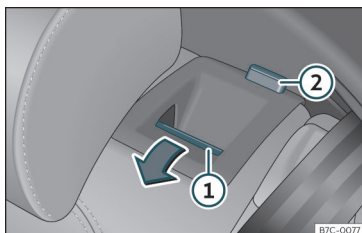

Fig. 111 Asiento trasero: abatir el respaldo.
- Pulse la tecla de desbloqueo >>> **fig. 111** ① hacia delante y, al mismo tiempo, abata el respaldo. El respaldo trasero está desbloqueado cuando se ve una marca roja en la tecla ②.
El respaldo trasero está desbloqueado cuando se ve una marca roja en la tecla >>> **fig. 111** ②.